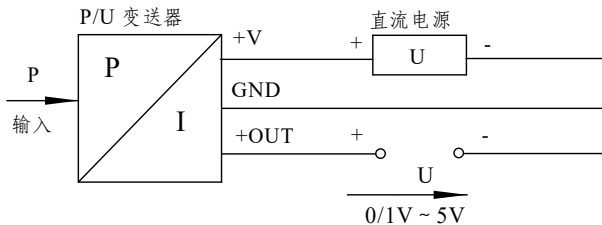

图 5
4.1.3 三线制， $0\text{V} \sim 5/10\text{V}$ DC 输出的变送器电气连接方法见图 5。